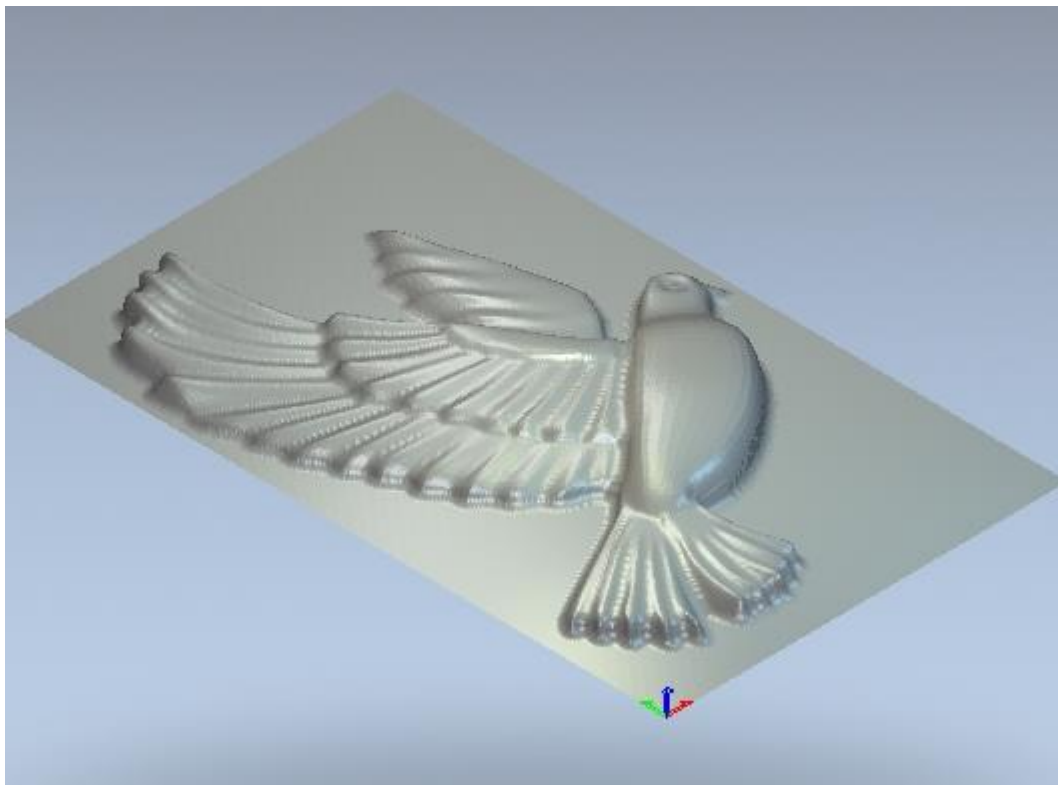

Рисунок 10
8. Проверяем результат, для чего выбираем Меню-> УП -> Визуализация УП, рисунок 10.